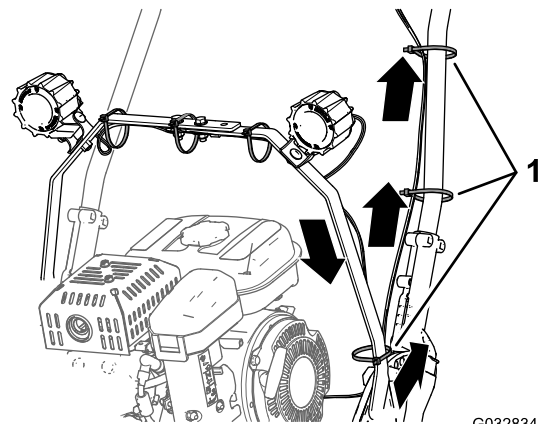

Bild 10
1. Verlegen Sie den Kabelbaum für die LED-Lampen nach unten entlang des linken Riemens der Lampenleiste und hinüber zum Rohr des linken Führungsholms (Bild 10).
2. Verlegen Sie den Kabelbaum nach oben entlang des Rohrs des linken Führungsholms zum Bedienfeld (Bild 10).
3. Befestigen Sie den Kabelbaum mit drei Kabelbinden am Riemen der Lampenleiste, wie in Bild 10 abgebildet.